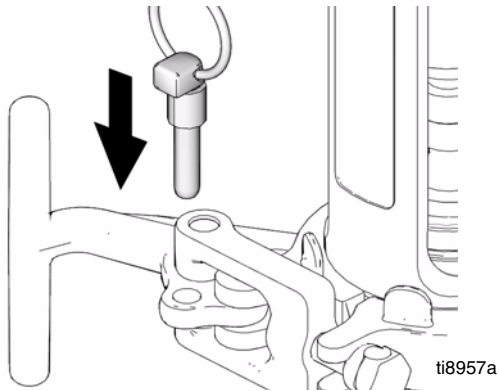

FIG. 16
4. (FIG. 16) Instale el pasador.